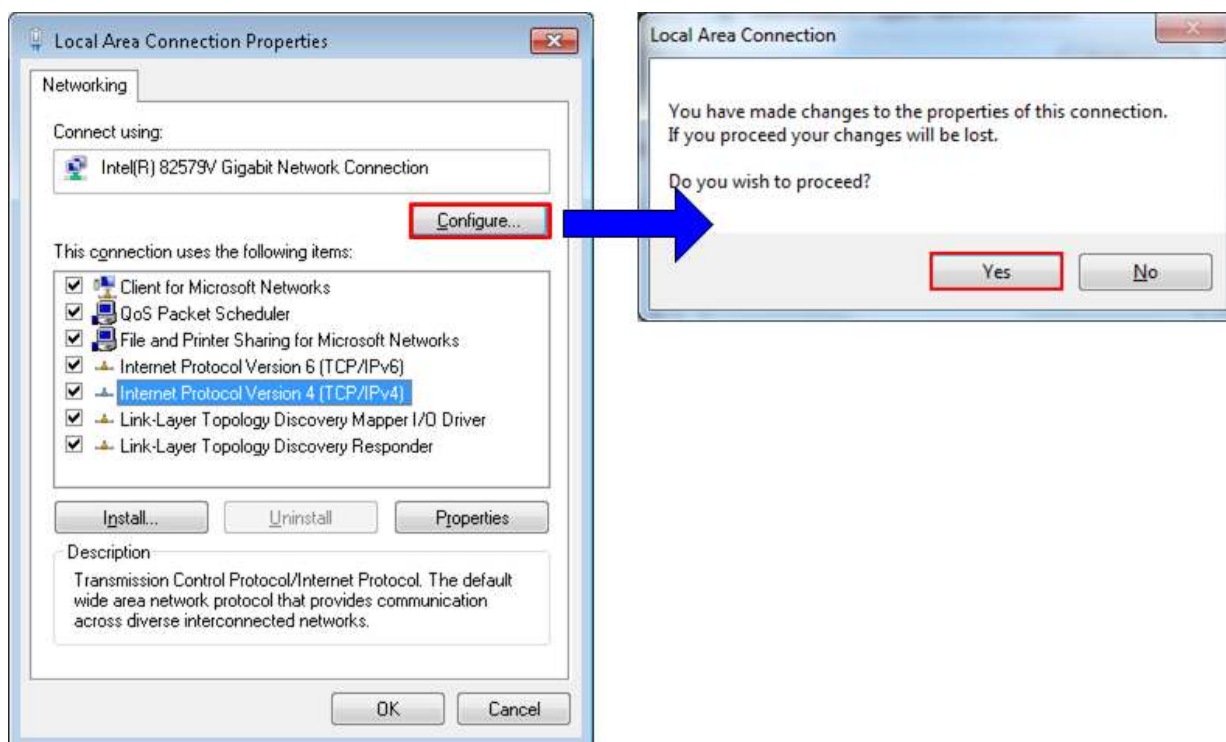

図 3-2: ネットワーク・コンフィグ
- Window 上のローカルエリア接続のプロパティにて、図 3-2 の様に[構成]のボタンをクリックします。